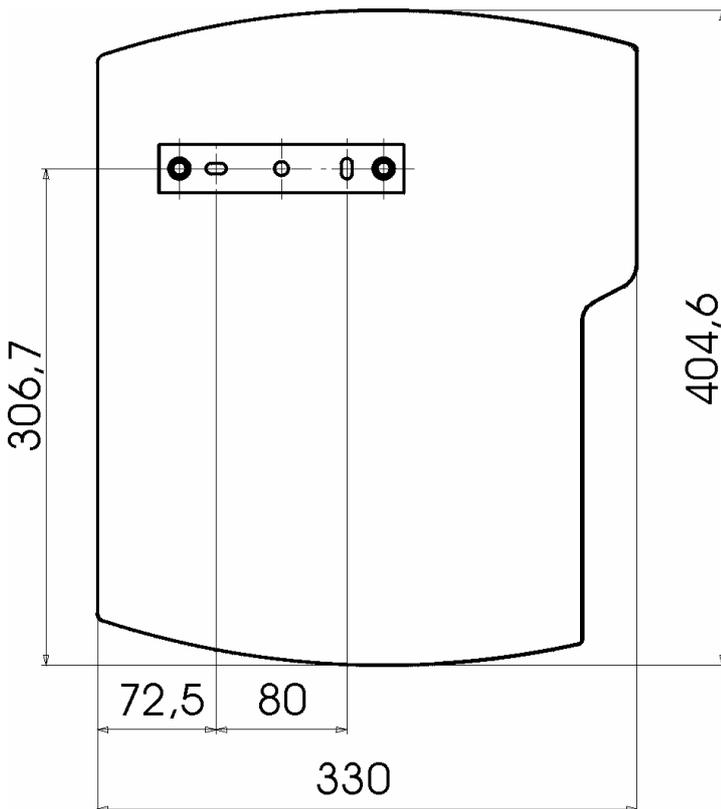

Abb.3a: Bohrmaße
- Vorlauf- (A) und Rücklaufstrang (B) aus der Montageplatte (23) herausziehen.
- Befestigungspunkte der Montageplatte (23) an der Wand anzeichnen und zwei Löcher $\varnothing 8\text{mm}$ bohren. (Abb.3a)